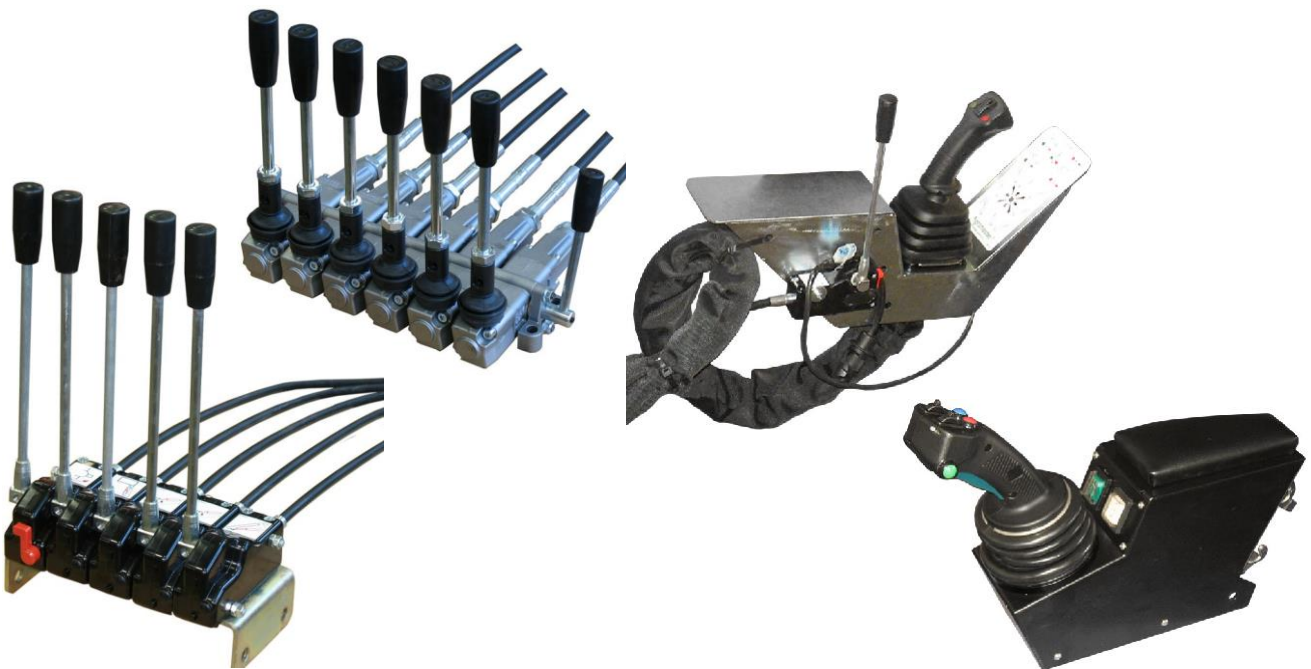

Fig. 4-5 Manöverspakar
- Installera manöverspakarna (fig. 4-5) på en plats som är bekväm för operatören.
- Mät avståndet mellan axeländen på buskklipparens kuggväxel och traktorns kraftuttagsaxel, mått **A** (fig. 4-5).